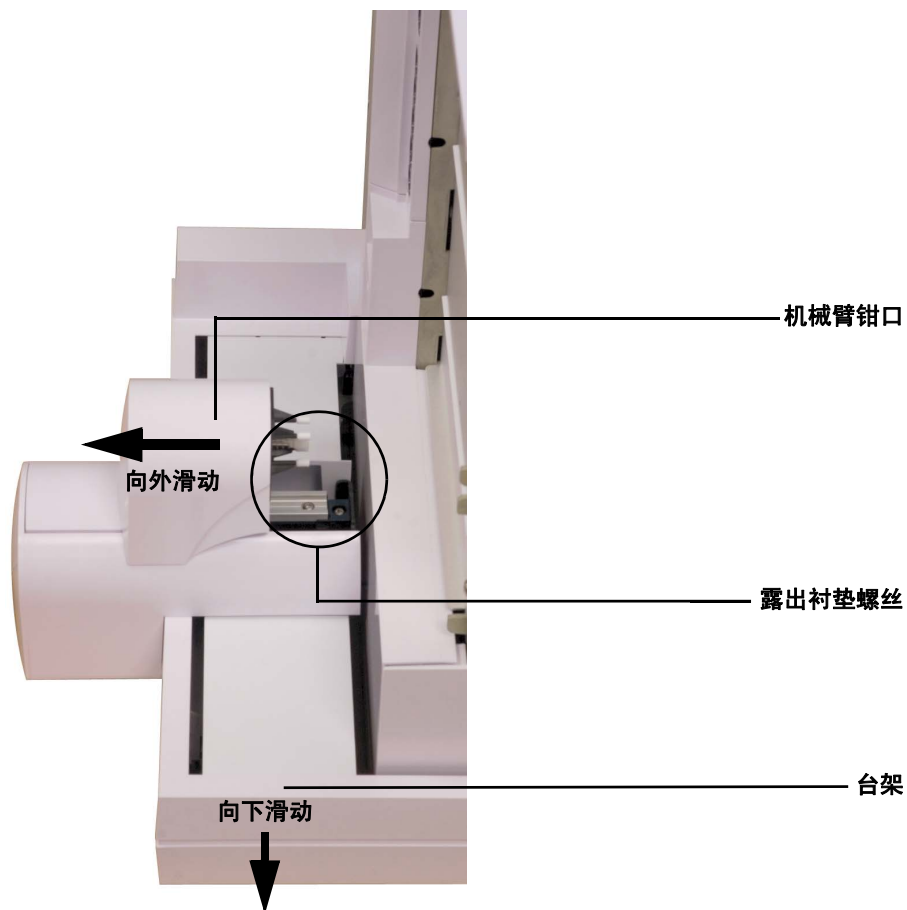

图 10 露出机械臂组件区域中的衬垫螺丝
- 7 将样品盘放置在安全且平坦的表面上。将仪器放在其一端，使样品盘安装支架正面朝上。将台架一路向下滑动（图 10）。
- 8 将机械臂钳口从样品盘底座滑出，直到露出衬垫螺丝（图 10）。